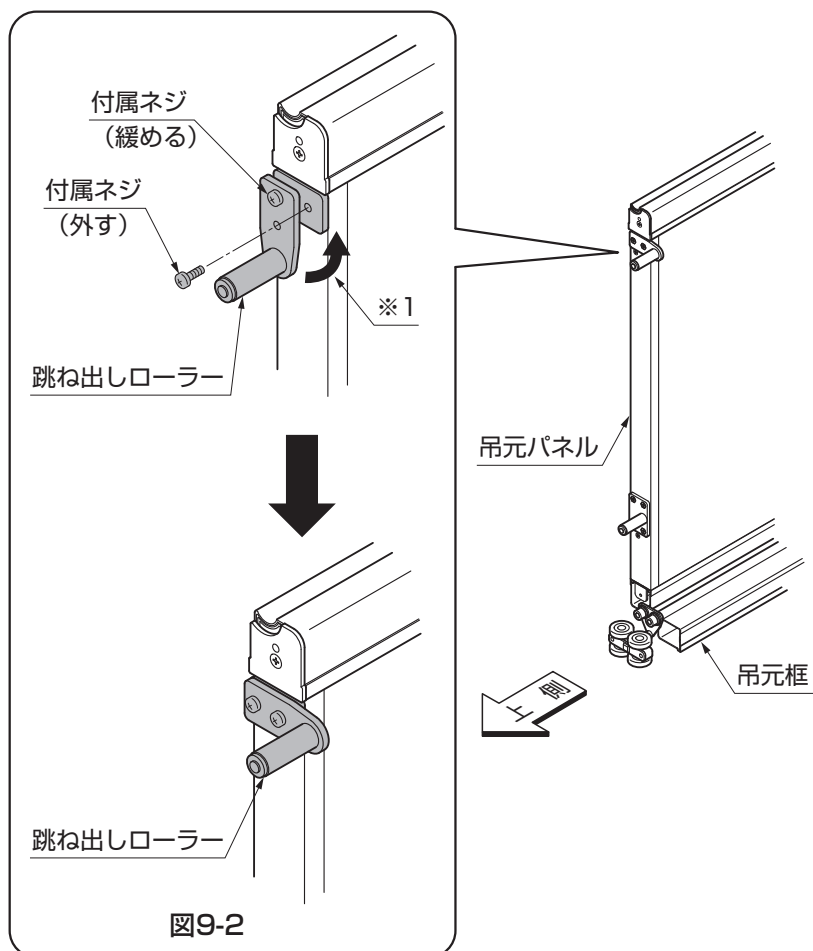
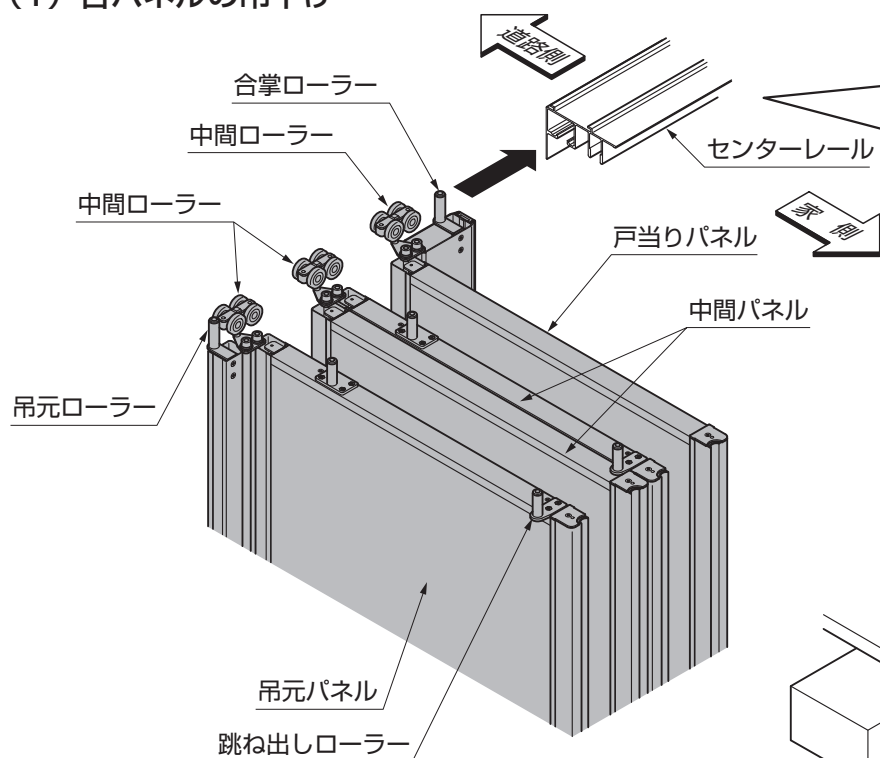

図9-2
図9-5
(図9-2参照)
(図9-2、図9-5参照)
- 取付け方向や方法(※1)を間違えるとパネルの吊下げができなかったり、施工後に正常な開閉ができなくなります。(図9-3、図9-5参照)
- 取付け方向や方法(※1)を間違えるとパネルの吊下げができなかったり、施工後に正常な開閉ができなくなります。(図9-4、図9-5参照)
- ①合掌ローラーと戸当りパネルの中間ローラーをセンターレールに通して戸当りパネルを吊下げ、下ローラーを仮調整してください。(図9-5、図9-6参照)
- ②中間パネルの中間ローラーをセンターレールに通して中間パネルを吊下げ、下ローラーを仮調整してください。(図9-5、図9-6参照)
- ③吊元パネルの中間ローラーと吊元ローラーをセンターレールに通して吊元パネルを吊下げ、下ローラーを仮調整してください。(図9-5、図9-6参照)